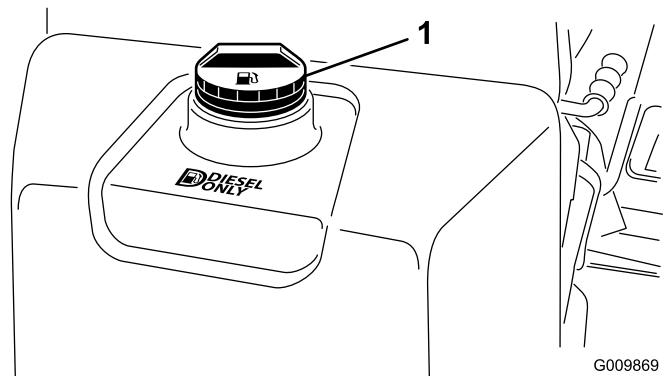

Figure 26
3. Retirez le bouchon du réservoir de carburant (Figure 26).